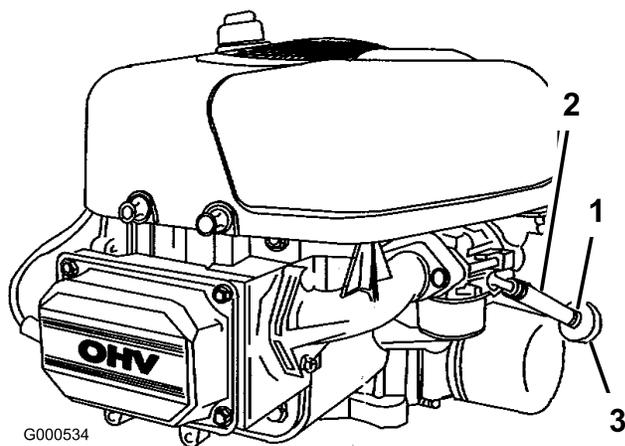

Figura 30
4. Allentate la fascetta stringitubo e spostatela in alto sul tubo del carburante, lontano dalla valvola di intercettazione del carburante (Figura 30).
5. Togliete i tubi del carburante dal filtro del carburante (Figura 30).
7. Collegate la linea del carburante al filtro del carburante. Infilate la fascetta vicino al filtro del carburante, per fissare il tubo del carburante (Figura 30).
4. Premete le estremità delle fascette stringitubo ed allontanatele dal filtro (Figura 30).
6. Montate un nuovo filtro ed avvicinate le fascette stringitubo al filtro (Figura 30).